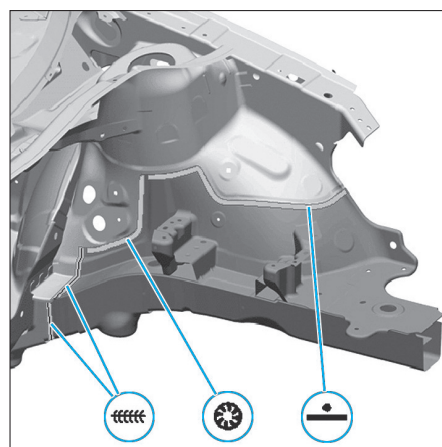

FIG. 29
- Rétablir l'accostage d'origine de passage de roue à la pointeuse électrique et par bouchonnage (Fig.29).